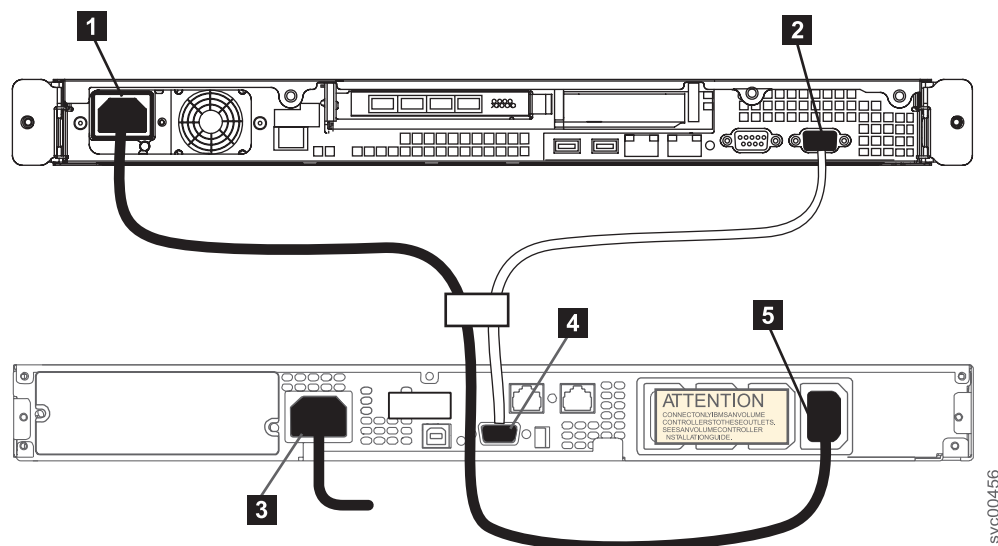

図 28. SAN ボリューム・コントローラー 2145-8A4 の電源ケーブルの 2145 UPS-1Uへの接続
1. SAN ボリューム・コントローラー 2145-8A4 ノードの背面で、33 ページの図 28に示すように、電源/シリアル複合ケーブルの電源ケーブルを電源コネクタ **1** に差し込んでください。